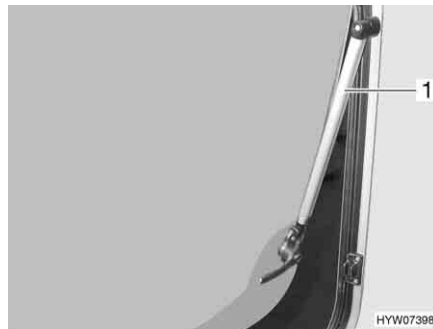

Fig. 78 Janela de projetar com defletor automático
- Abra a janela de projetar até à posição de encaixe pretendida. O defletor automático (Fig. 78,1) encaixa automaticamente.